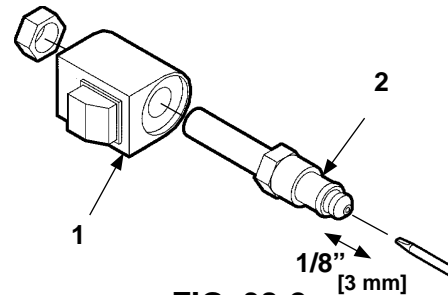

FIG. 38-2
3. Inspeccione si la válvula del solenoide está continuamente energizada tocando con la punta de un desarmador la tuerca del solenoide. Empuje el interruptor de control hacia la posición "abajo" para energizar el solenoide (**FIG. 38-2**). Un solenoide en buen estado atrae (magnéticamente) el desarmador a la tuerca, dificultando la separación de éstos.
4. Inspeccione el vástago de la válvula al retirar el ensamble de la bobina (**Art. 1, FIG. 38-2**). Con la plataforma apoyada, desatornille el vástago de la bobina (**Art 2, FIG. 38-2**) fuera de la bomba. Empuje el émbolo que está dentro de la válvula insertando un desarmador pequeño en el extremo. Si el émbolo no se mueve libremente (aproximadamente 1/8" [3 mm]) reemplace el vástago de la válvula.